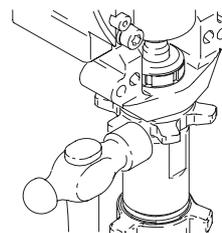

Fig. 20
3. Fig. 20. Enrosque a fondo la contratuerca en la bomba. Enrosque la bomba en el alojamiento del cojinete hasta que haga tope con la contratuerca. Haga retroceder la bomba y la contratuerca para alinear la salida de la bomba con la parte posterior. Apriete a mano la contratuerca, y después golpee ligeramente con un martillo de 560 g para girarla 1/8 a 1/4 de vuelta, a un par aproximado de 102 N.m.